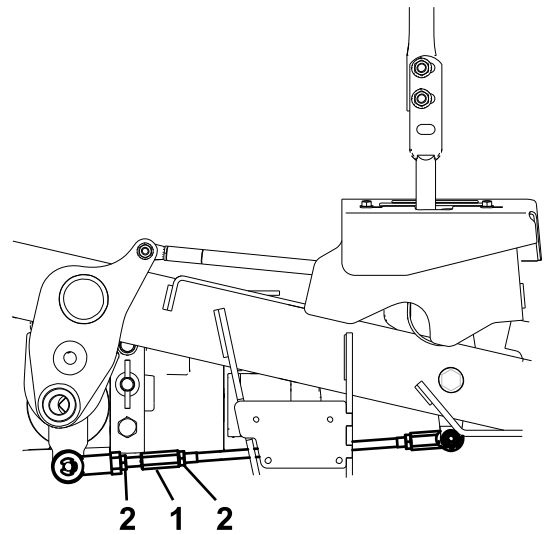

Figure 66
10. Réglez la longueur des tiges de pompes en tournant les doubles écrous dans le sens voulu jusqu'à ce que les roues tournent légèrement en marche arrière (Figure 66).